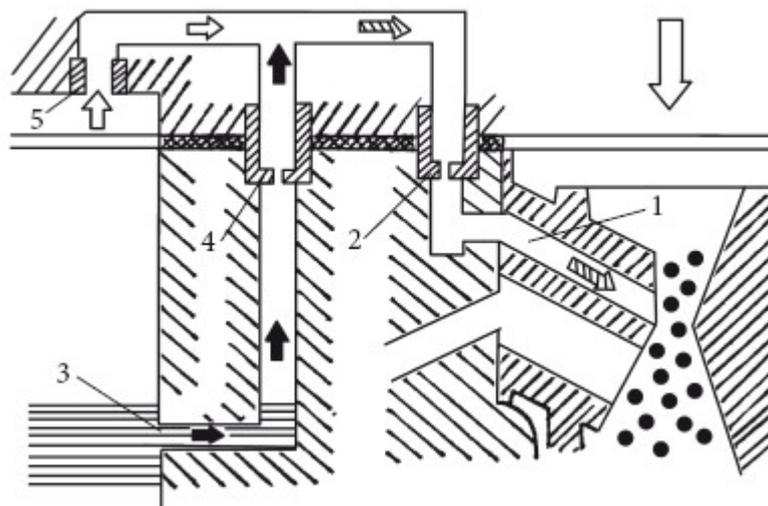

Рисунок 37. Устройство экономотата карбюратора: 1, 3 – каналы; 2 – эмульсионный жиклер; 4 – топливный жиклер; 5 – воздушный жиклер
1. При переходе на режим максимальной мощности засорилась система экономотата, которая обогащает горючую смесь. С карбюратора снять крышку и вынуть из вторичной камеры диффузор, который удерживается защелкой на пружине. Через открывшийся канал при помощи специального наконечника шинного насоса продуть эмульсионный жиклер. Через канал из поплавковой камеры продуть второй топливный жиклер. Через запрессованный в крышке воздушный жиклер продуть каналы, которые подходят к топливному и воздушному жиклерам (рис. 37).